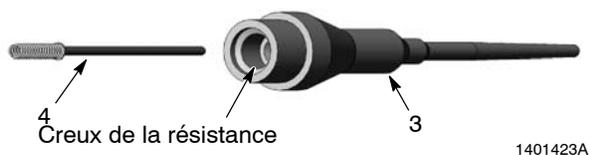

Fig. 6 Dépose de la résistance de son support
6. Voir la figure 6. Retirer la résistance (4) du porte-résistance (3). Nettoyer le porte-résistance.
2. Voir la figure 6. Injecter environ 0,6 cc de graisse diélectrique dans le creux de la résistance.